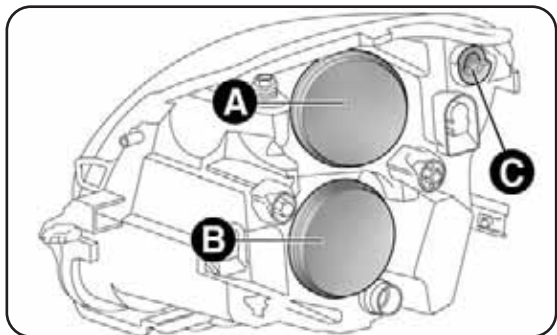

fig. 22
GRUPOS ÓPTICOS DELANTEROS fig. 22
- quite la tapa A-fig. 22;
- vuelva a montar la tapa A-fig. 22.
- quite la tapa B-fig. 22;
- vuelva a montar la tapa B-fig. 22.